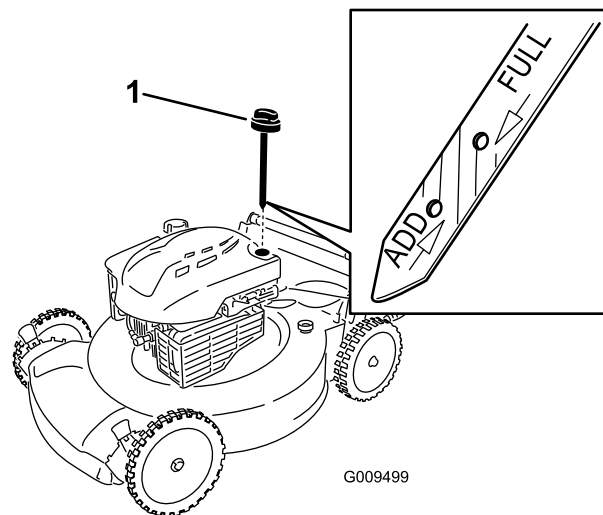

Figure 26
6. Retirez la jauge de niveau du tube de remplissage (Figure 26).